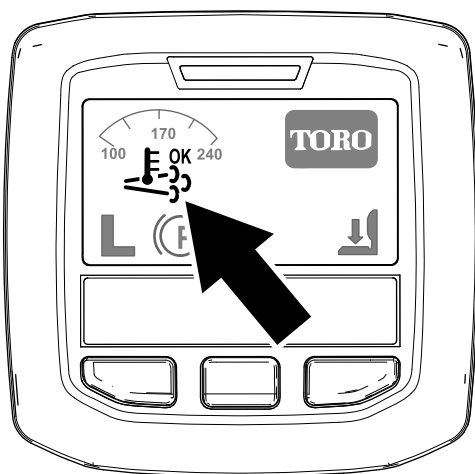

Рисунок 37
- Значок активной регенерации / регенерации со сбросом отображается на дисплее инфо-центра (Рисунок 37).